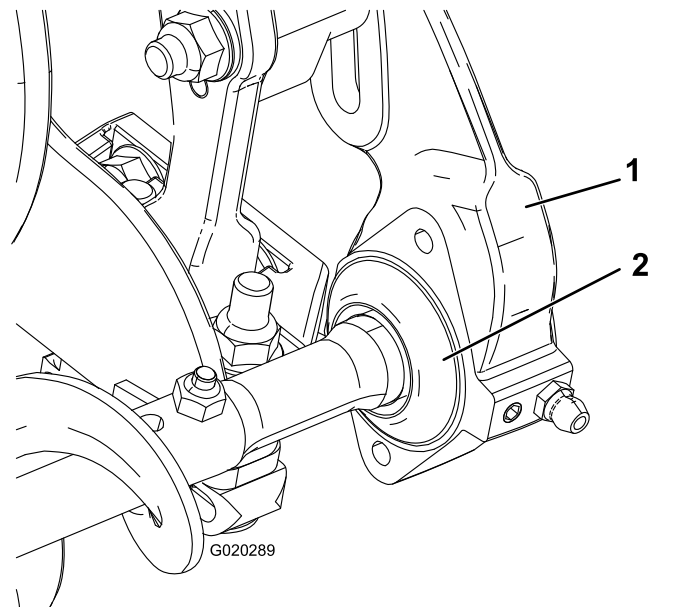

Bild 6
1. Schieben Sie jede Abschlussdichtung nach außen, bis die Lippendichtungen gerade jedes Lagergehäuse berühren (Bild 6).